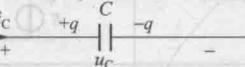

图 1-3 电容元件
(1) 特征方程。当电压、电流取关联正向时，如图 1-3 所示，电容元件的特征方程(即伏安关系式)为